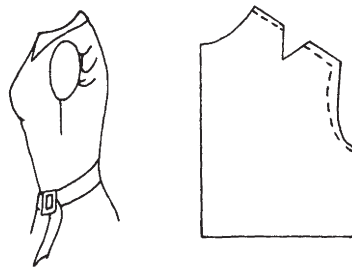

Рис. 35. Пройма спинки отстает и не прилегает к фигуре
*Дефект 1:* пройма спинки отстает и не прилегает к фигуре (рис. 35).